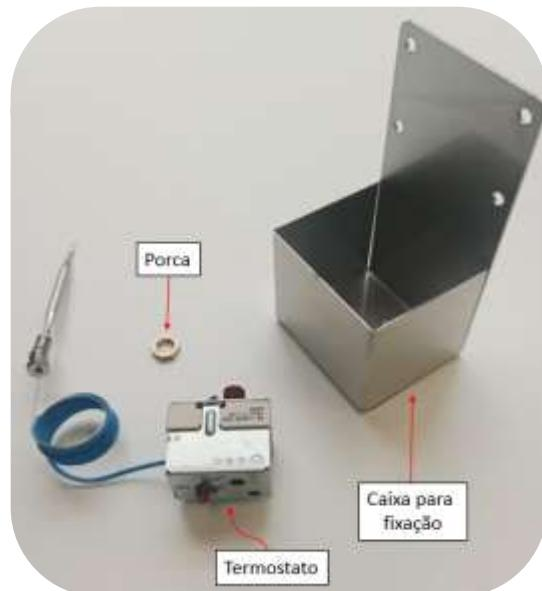

Figura 1: Modelo de termostato descontinuado
2. Identificação dos componentes nos modelos antigos: Os equipamentos comercializados conforme o número de série final mencionado anteriormente, contém o modelo de termostato representado abaixo na figura 1.